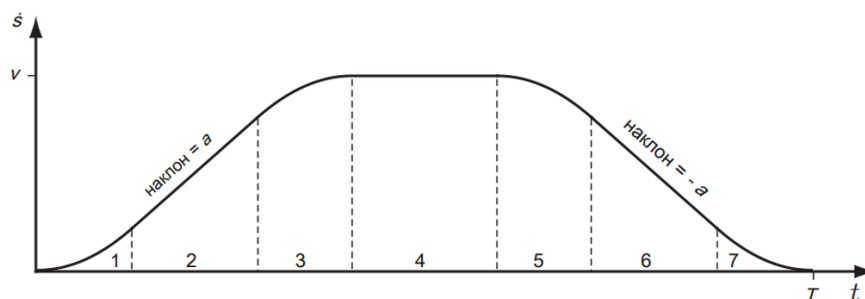

Рисунок 9. Иллюстрация плавного изменения скорости движения робота.
- 1.1 Охарактеризовать 7 этапов масштабирования (изменения) скорости. Подобрать функцию, для построения графика соответствующего вида (рис. 9). (попробовать полиномы 5-й степени)